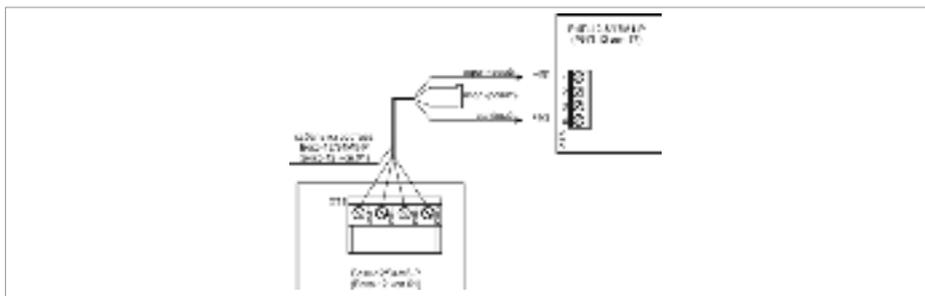

Рисунок 8. Схема подключения Бокс-12 исп.01 (Бокс-12/34М5-Р) к РИП
1. Схема подключения Бокс-12 исп.01 (Бокс-12/34М5-Р) (далее - Бокс) представлена на рис.8. Кабель подключения Бокса к РИП входит в комплект поставки Бокса и подключен к колодке ХТ1.